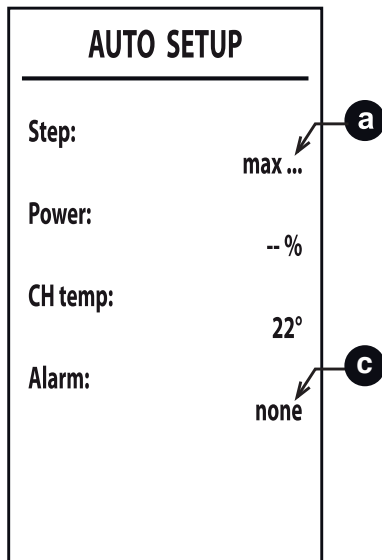

fig. 37
- 6 Dopo l'accensione, il bruciatore si posiziona in riscaldamento alle varie potenze (max, med, min) indicate dal punto **a** (fig. 37). Qualora lo smaltimento termico dell'impianto non fosse sufficiente a far terminare la procedura, si può attivare, **solamente dopo che il bruciatore si è acceso**, una richiesta di Sanitario.
- 8 Qualora la sequenza di accensione descritta al punto "6" non sia andata a buon fine, compare la scritta **max\_err** al punto **a** e un codice di errore al punto **c** (fig. 37).